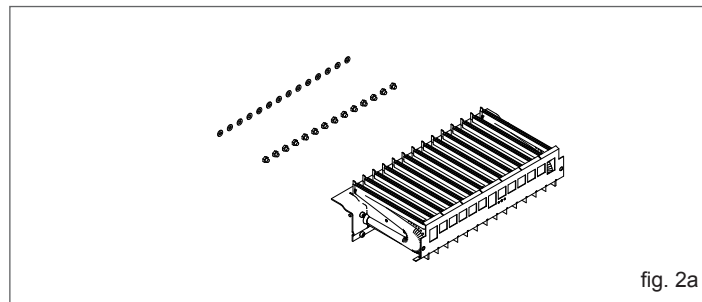

fig. 2a
- utilizando uma chave de tubos ou de bocas, remova os bicos e as anilhas e substitua-os pelos presentes no kit (fig. 2a).